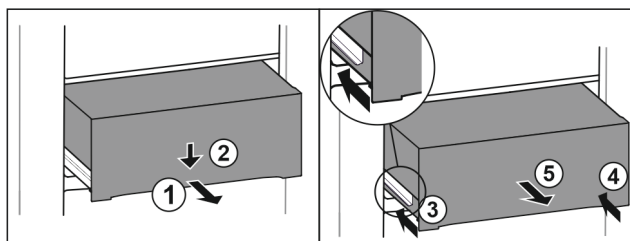

Fig. 86
- ▶ Extrageți pe jumătate sertarul. Fig. 86 (1)
- ▶ Apăsați în jos sertarul pe partea frontală. Fig. 86 (2)
- ▶ Inserați șina stângă aproximativ 2 cm. Fig. 86 (3)
- ▶ Inserați șina dreaptă aproximativ 2 cm. Fig. 86 (4)
- ▶ Extrageți sertarul spre înainte. Fig. 86 (5)